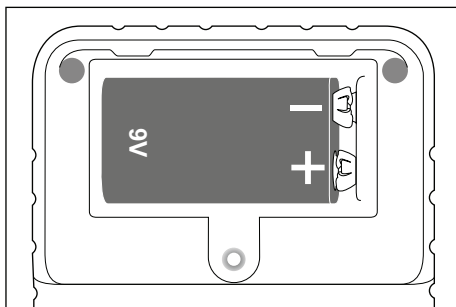

Fig. 2
- 2) Forbind 9 V-blokbatteriet, så polerne vender rigtigt (bemærk + og -) med battericlippen, og læg 9 V-blokbatteriet i batterirummet (se fig. 2).